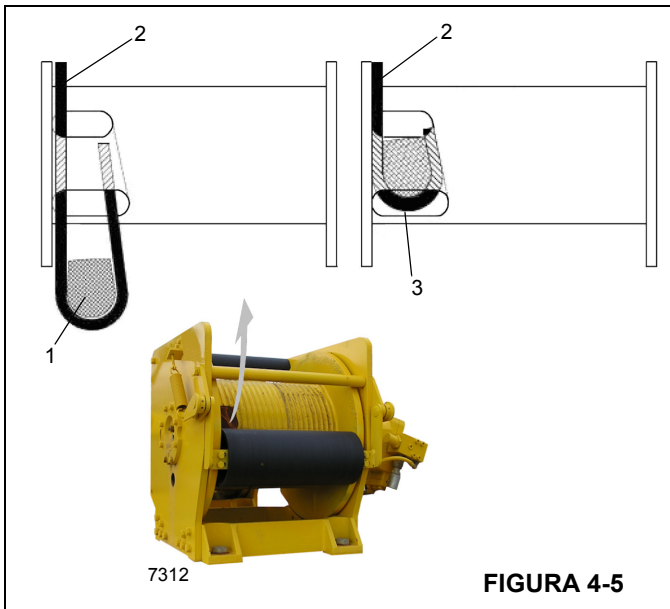

FIGURA 4-5
3. Inserte el cable a través de la ranura y colóquelo alrededor de la cuña de anclaje (1) (Figura 4-5).